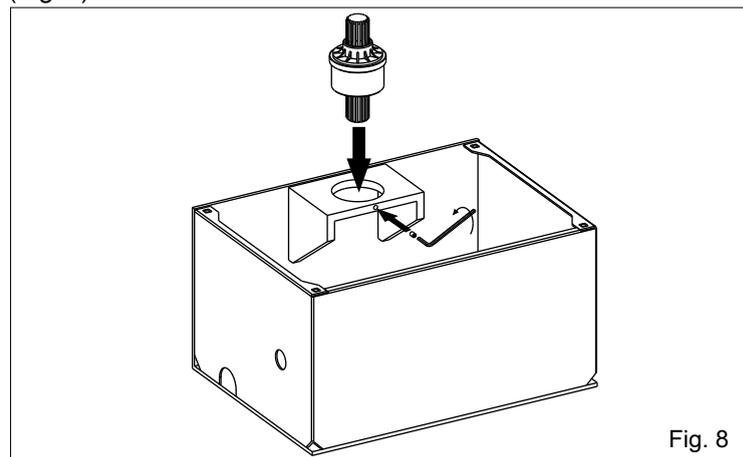

Fig. 8
2.4. Poner el eje ranurado de ensambladura en el agujero superior de la caja portante y fijarlo con el tornillo apropiado (Fig. 8).